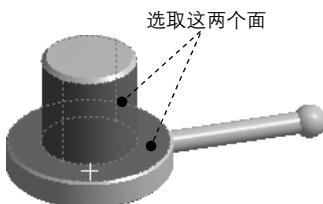

图 7.6.41 定义接触面
(1) 定义接触面。在 **Scope** 区域中单击以激活 **Contact** 后的文本框，选取图 7.6.41 所示的模型表面为接触面，单击 按钮。